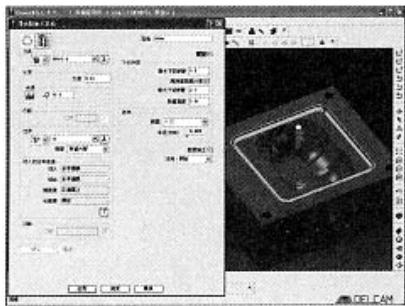

图 3 等高精加工
(3) 精定位面精加工 (等高精加工刀路)
刀具: $\phi 50\text{mm} R0.8\text{mm}$ 刀尖圆角端铣刀; 转速: 1800r/min ; 切削速度: 5000mm/min ; 背吃刀量: 0.3mm 。传统的等高加工方式是众多 CAM 软件普遍采用的一种加工方式, PowerMILL 在此经典加工方式上做的创新让人耳目一新: ①螺旋等高, 也就是在加工区域仅一次进刀, 在不抬刀的情况下生成连续光滑的刀具路径, 进、退刀方式采用圆弧切入切出。螺旋等高方式的特点是, 没有等高层之间的刀路移动, 避免频繁抬刀、进刀对零件表面质量的影响及机械设备不必要的耗损。②等粗糙度等高加工, 可谓独具特色的一种加工方式, 一改其他 CAM 软件的单一等 Z 轴方式, 智能识别、智能转换、将大幅提高曲面加工质量, 刀路的优化将大幅减少加工时间, 见图 3。